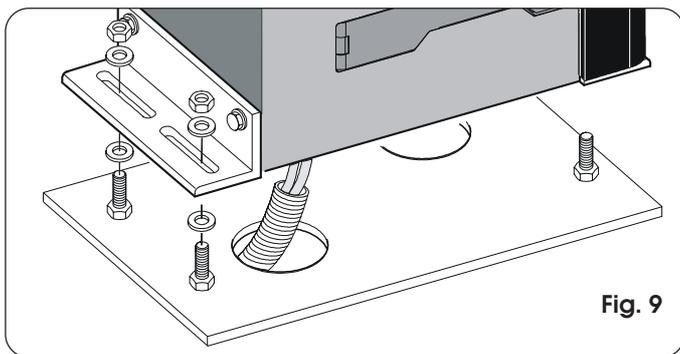
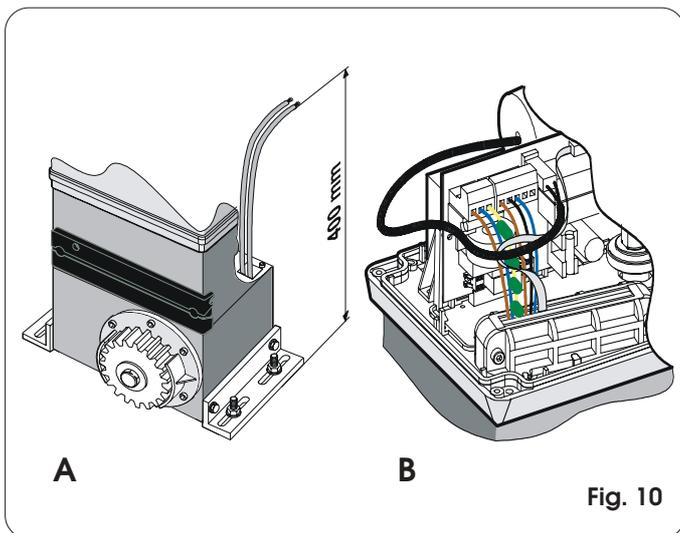

Fig. 9
Fig. 10
- 3) Placer l'opérateur sur la plaque en utilisant les rondelles et les écrous fournis d'après la Fig.9. Durant cette opération faire passer les câbles à travers le conduit spécifique présent dans le demi-corps inférieur de l'opérateur (Fig.10 - Réf.A). Pour accéder à l'armoire électronique, faire passer les câbles à travers le trou spécifique en utilisant le serre-câble avec l'élément en caoutchouc fourni. Veiller en particulier à dénuder tous les câbles de façon à ce que le serre-câble tiennent les fils un à un (Fig.10 - Réf.B).